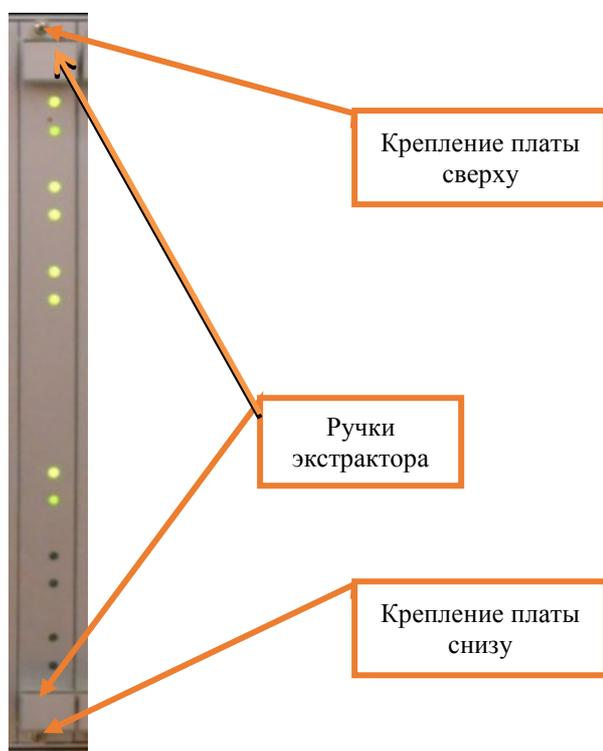

Рисунок 8. Крепление платы УБВ-2400.
7.3.4 Отвернуть с помощью крестовой отвертки невыпадающие винты крепления в верхней и нижней части лицевой панели платы УБВ-2400 (Рисунок 8).
7.3.5 Нажать на ручки экстрактора и извлечь заменяемую плату УБВ-2400 из каркаса (Рисунок 8).